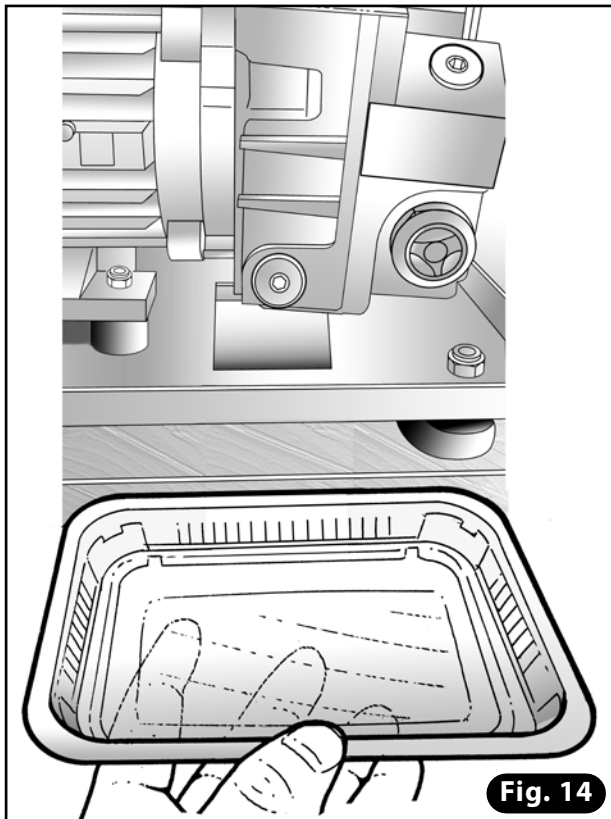

Fig. 14
- 8) Placer un récipient d'une capacité suffisante (0,5 l) à proximité du bouchon de vidange (Fig. 14). Avec la même clé Allen, dévisser le bouchon de vidange et faire couler l'huile dans le récipient en attendant environ 10 minutes.